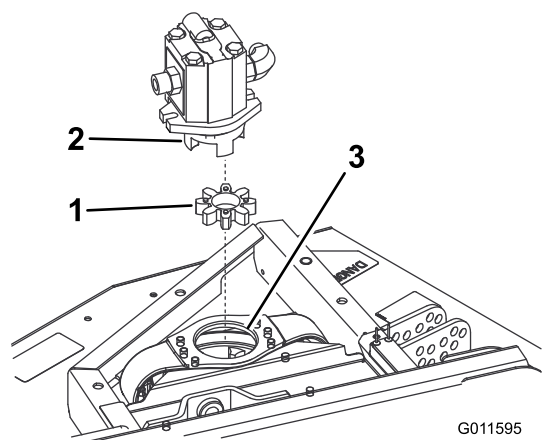

Figure 2
5. Retirez l'amortisseur en étoile en élastomère qui se trouve à l'intérieur du coupleur de poulie. Vérifiez son usure et remplacez-le au besoin. S'il est en bon état, conservez-le pour le monter sur le nouveau plateau (Figure 2).
Remarque: Vérifiez l'usure du moyeu de l'amortisseur en étoile et remplacez-le au besoin (Figure 2).